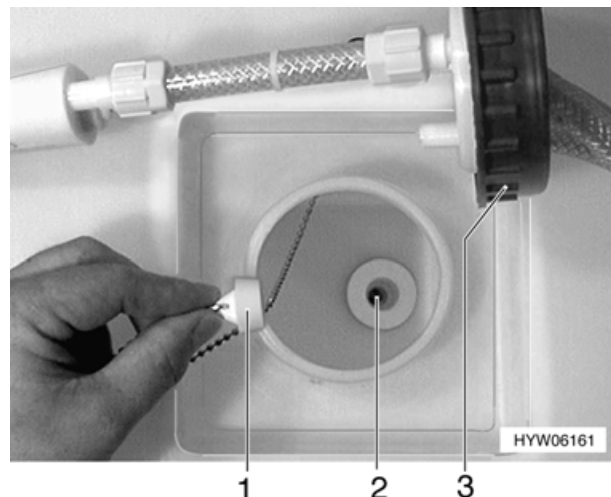

Bild 87 Frischwassertank, Verschluss-Stopfen
- Ablassöffnung (Bild 87,2) im Frischwassertank mit beiliegendem Verschluss-Stopfen (Bild 87,1) schließen.
- Verschluss-Stopfen (Bild 87,1) herausziehen.